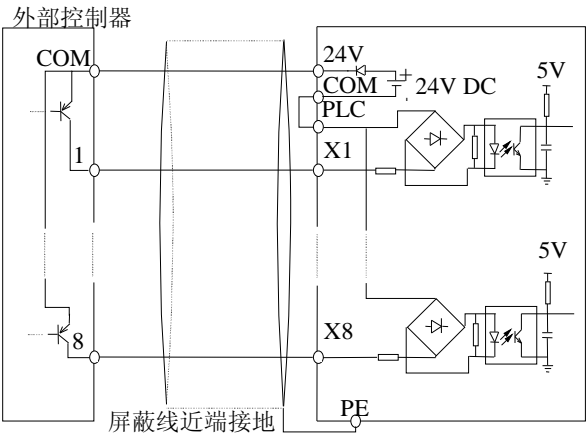

图 2-23 使用变频器内部+24V电源的漏极连接方式（31R5PB～35R5PB仅有X1～X5）
- 2) 使用变频器内部+24V电源，外部控制器为PNP型的共发射极输出的连接方式（注意31R5PB～35R5PB机型去除内部PLC与24V短接跳线JP1，37R5PB～3400P机型去除PLC与24V端子间的连接线，在外部短接PLC和COM端子），如图2-23所示。